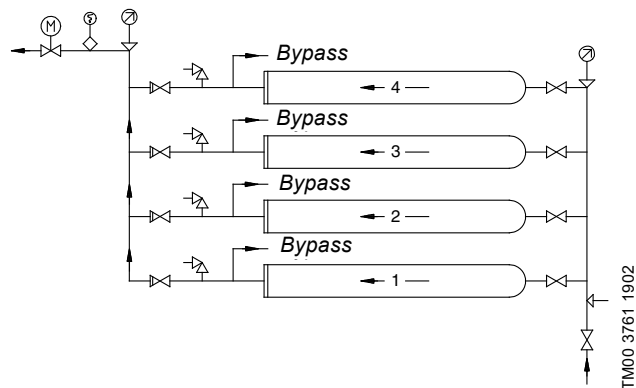

Fig. 7 Sistema de aumento de presión con cuatro módulos conectados en paralelo, montados uno encima del otro
Los módulos de aumento de presión de Grundfos se suministran de serie sin válvula de retención integrada. Sin embargo, si se desea, se puede incorporar una válvula de retención. Consulte la fig. 7.
- En el caso de los módulos conectados en paralelo, montados uno encima del otro, se recomienda conectar las tuberías como se muestra en la fig. 7. Esta disposición garantiza que los módulos estén llenos de agua antes del arranque.